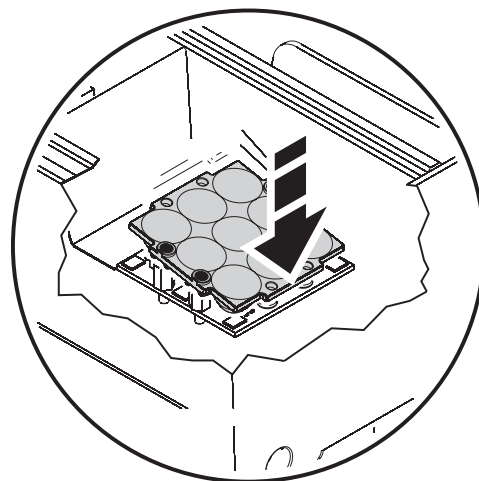

Figure 5: Démontage d'un groupe de collimateurs
5. Voir Figure 5. Les collimateurs sont maintenus par un support magnétique. Pour retirer un bloc, appuyez sur un côté de façon à pouvoir attraper le côté opposé. Dégagez le bloc collimateur et réservez-le pour un usage ultérieur. Pour installer un bloc, placez-le en position sur le support magnétique et vérifiez qu'il est correctement maintenu.